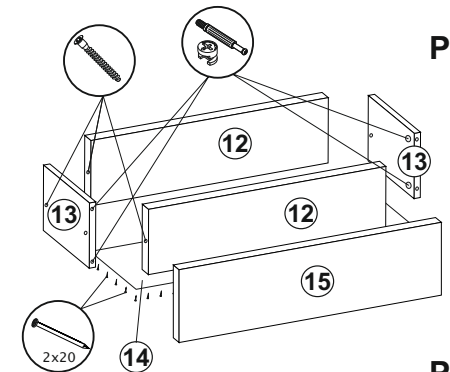

Рис.3
- Крепить зеркало на створку (10) с помощью кляймеров и шурупов 3x16 (рис.3).